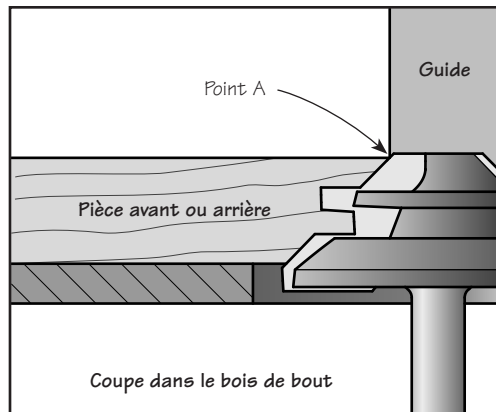

Figure 5: Mettre au point la position du guide
5. Après avoir ajusté la mèche à la bonne hauteur, utilisez l'une des pièces avant pour régler la position du guide. Comme on peut le voir à la **figure 5**, le point A est le point de rencontre de la face du guide, de la surface avant de la pièce et de l'arête profilée de la mèche.